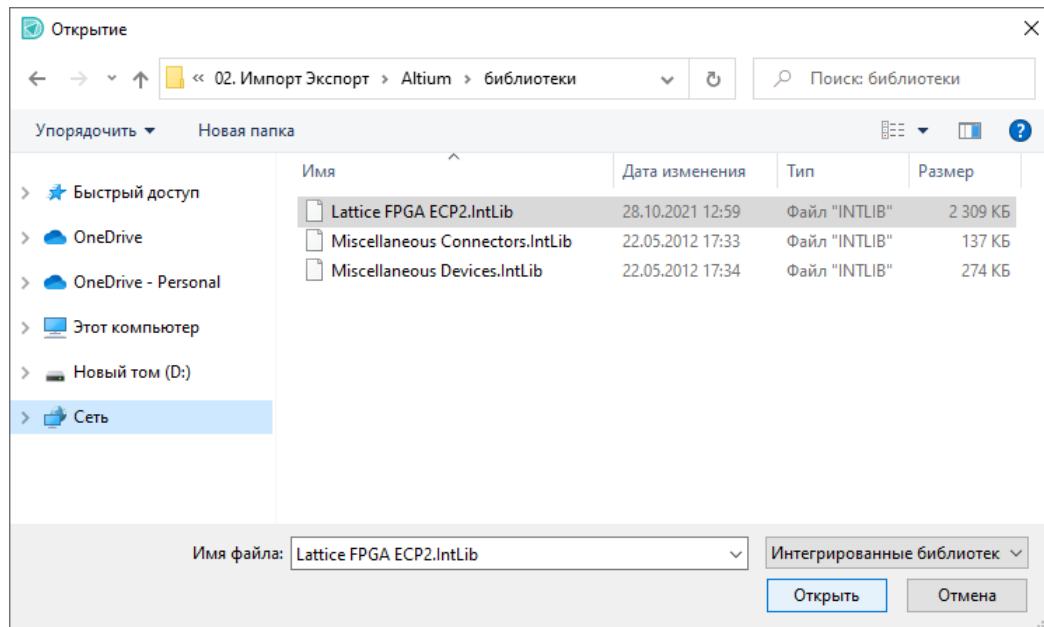

Рис. 3 Выбор файла библиотеки
2. В окне проводника выберите файл библиотеки и нажмите «Открыть», см. Рис. 3.